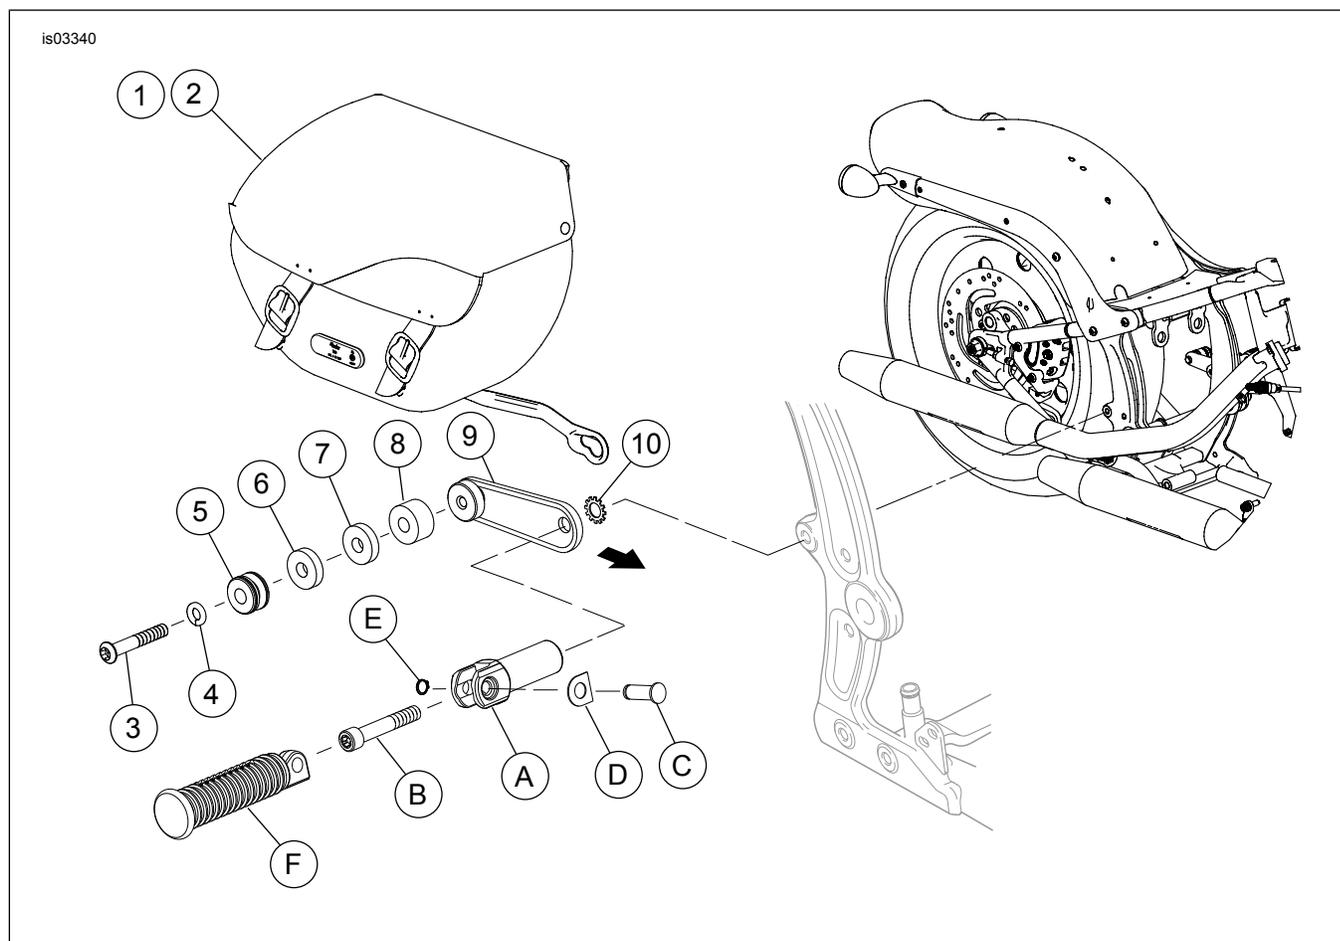
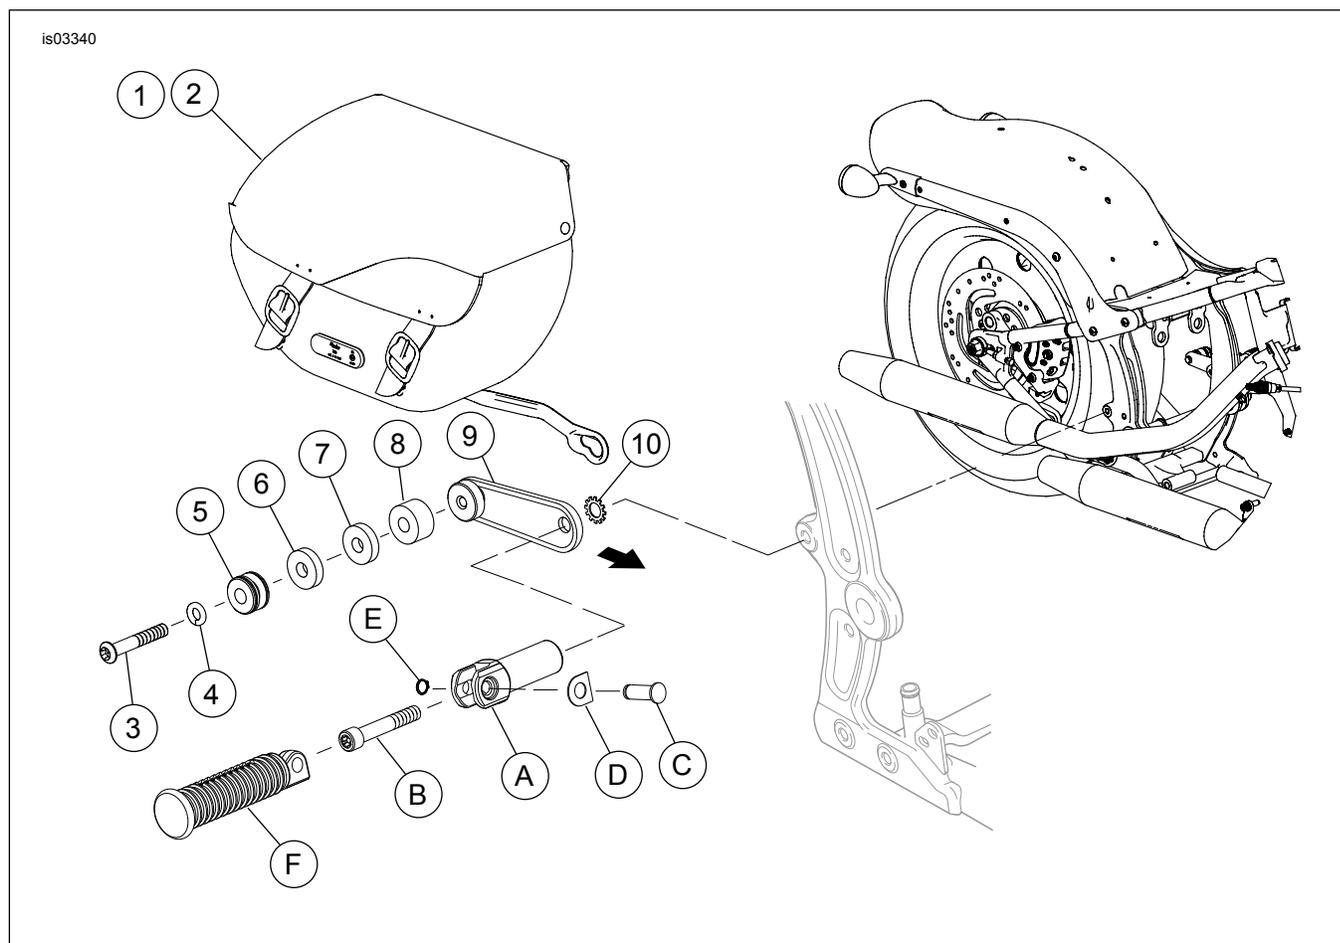

Figure 7. Pièces détachées : Kit de sacoche amovible pour FLST/C de 2003 et plus récents et FX Softail de 2003 à 2005 (sauf FXSTD)
Figure 8. Pièces détachées : Kit de sacs amovibles des FX Softail de 2006 et plus récents (sauf FXSTD)
- Voir Figure 7 ou Figure 8. Tourner le support avant inférieur (9) (avec la ou les entretoise[s] et le mini galet d'ancrage installés) de sorte que le mini galet d'ancrage avant inférieur (5) soit complètement installé dans le petit diamètre de la fente de boutonnière du bras de support inférieur de la sacoche.
- Tourner le support d'appui-pied (A) de façon à ce que l'encoche de l'appui-pied soit orientée vers l'arrière avec un angle de 10 à 15 degrés de la verticale.
- Tout en immobilisant le support avant inférieur (9) pour éviter toute rotation, serrer la vis à un couple de 47,5–61 N·m (35–45 ft-lbs) en utilisant un embout T-50 TORX à rallonge.